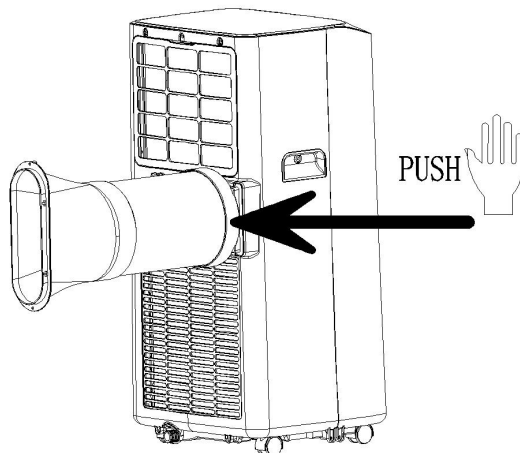

Bild 1
1.1 Installera värmeröret (se bild 1).
2) För in värmeröret (utblåsrörets ände) i den bakre panelens ventilationsöppning (tryck till vänster) och slutför monteringen (se bild 1).